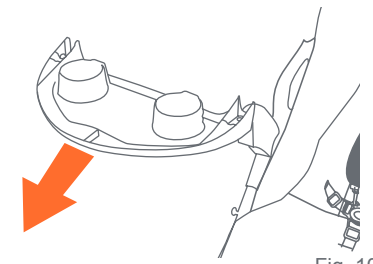

Fig. 10d
- Pour retirer le plateau enfant : Appuyez sur le bouton et pivoter le plateau à 180 degrés, puis tirez le plateau jusqu'à ce qu'il se libère (Fig. 10d).